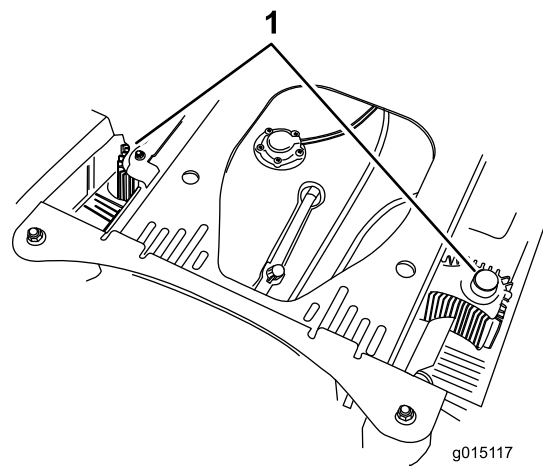

Bild 88
4. Entfernen Sie Schmutz- und Grasmrückstände von den Hauben der Hydraulikanlage (**Bild 88**).